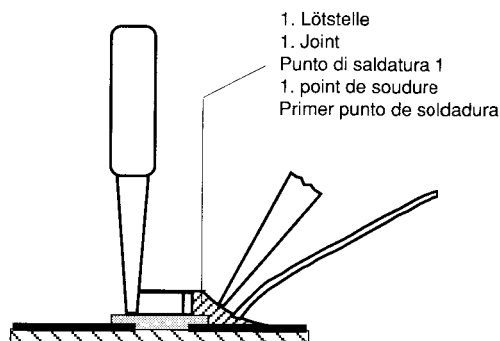

Fig. 4
4. Schritt: CHIP an der Lötstelle ansetzen, zentrieren und anlöten (Fig. 4).
4. Appoggiare il CHIP sul punto di saldatura, centrarlo e quindi saldarlo (Fig. 4).
4. step: Put the CHIP onto the soldering point, then center and fix it (Fig. 4).
4. Poser le composant CMS sur cette pointe de soudure, centrer et souder. Maintenir le composant CMS à l'aide d'une pince brucelle (Fig. 4).
- Cuarto paso: Colocar el CHIP sobre la gota estaño, centrarlo y soldarlo (Fig. 4).